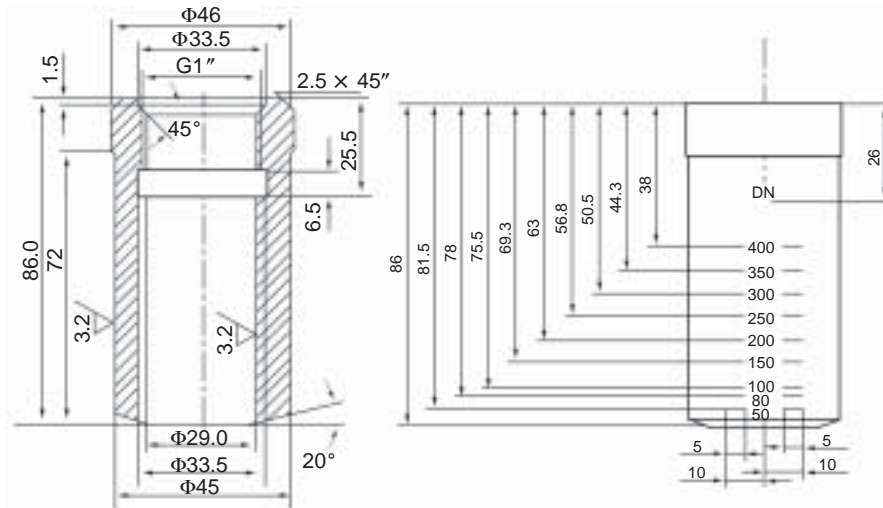

图 1
- $50\text{mm} \leq \text{管径} \leq 400\text{mm}$ 时，参照图 1 进行焊接安装。